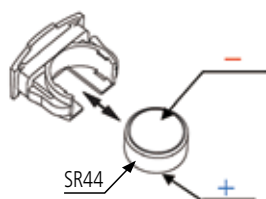

Fig. 1
4. Para un tipo digimatic, use una batería SR44 (**Código No. 938882**). (**Fig. 1**)